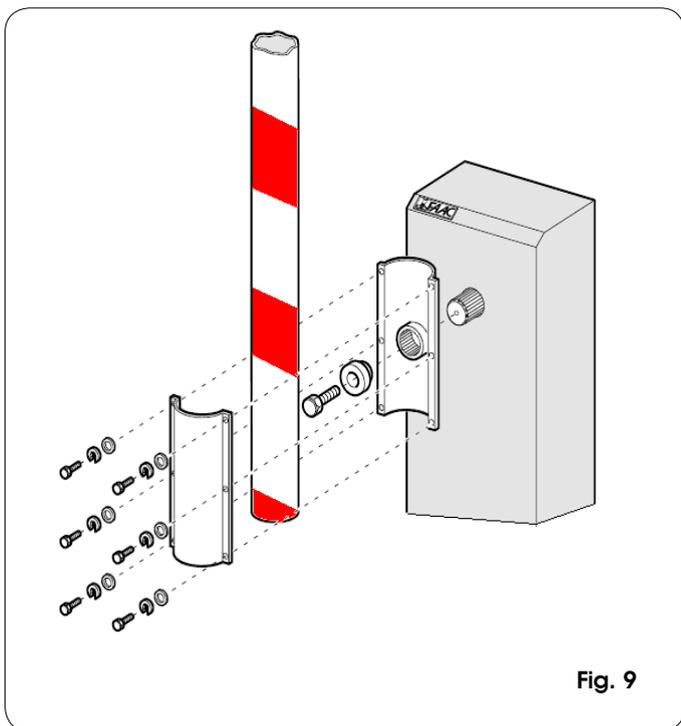
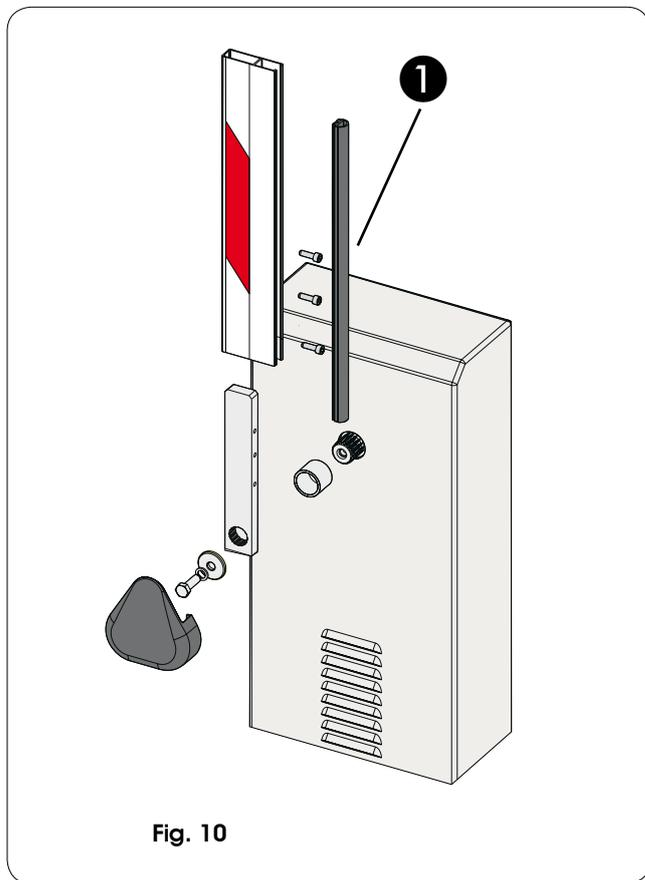

Fig. 9
Fig. 10
- 4) Assembler la lisse au moyen des vis fournies d'après les fig. 9, 10 et 11 (Le profil en caoutchouc de la lisse rectangulaire doit être tourné dans le sens de la fermeture Fig. 10) Réf. 1.
2. Positionner la lisse en position d'ouverture et la sortir de la flasque d'après la Fig. 9, 10 ou 11.